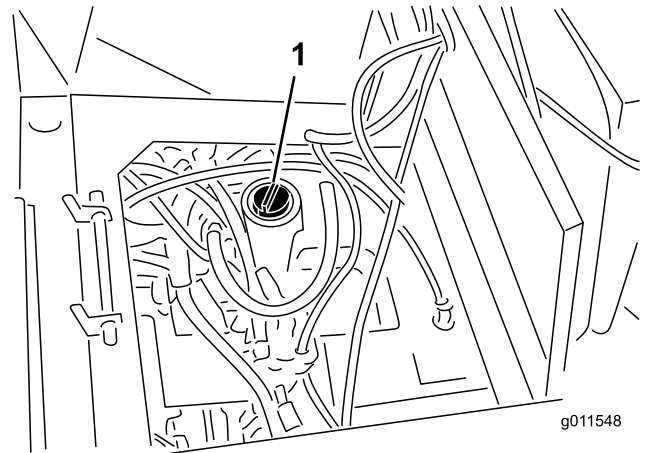

Figura 74
3. Llene el depósito (Figura 74) con aproximadamente 30 l de aceite hidráulico; consulte Comprobación del aceite hidráulico.